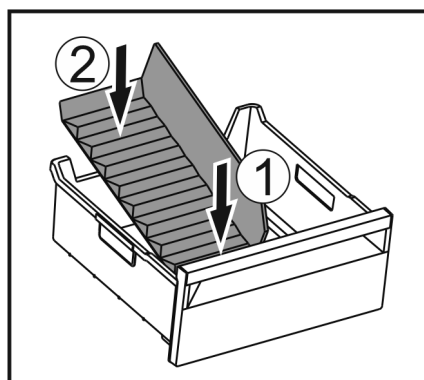

Fig. 146
- Вставити передню частину перегородки відділення для льоду. Fig. 146 (1)
- Опустити задню частину перегородки відділення до дна ящика для кубиків льоду. Fig. 146 (2)